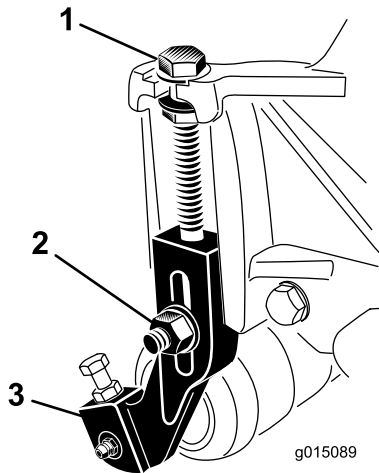

Bild 14
1. Lösen Sie die Sicherungsmuttern, mit denen die Schnitthöhenhalterungen an den Seitenplatten der Schneideinheit befestigt sind (Bild 14).